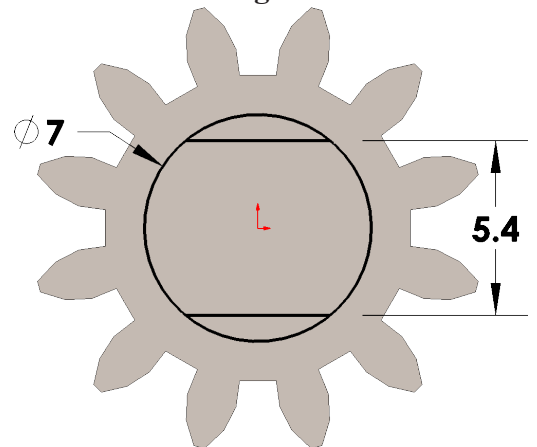

Fig. 9
Step 9. Add **5.4 dimension**, **Fig. 9**.